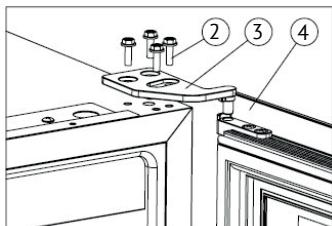

Bild 1
☞ Entfernen Sie die M5*16-Schrauben (2), entfernen Sie das rechte obere Scharnier (3) und nehmen Sie die Tür ab (Bild 1).